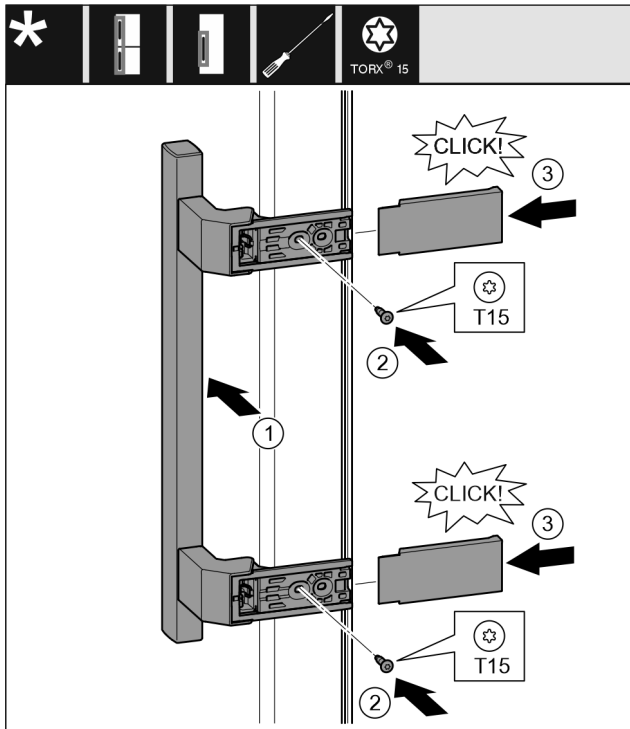

Fig. 19
- ▶ Ročaj namestite na nasprotno stran. Fig. 19 (1)
- ▶ Trdno privijte vijake z izvijačem T15. Fig. 19 (2)
- ▶ Pokrove pristavite ob strani in potisnite gor. Fig. 19 (3)